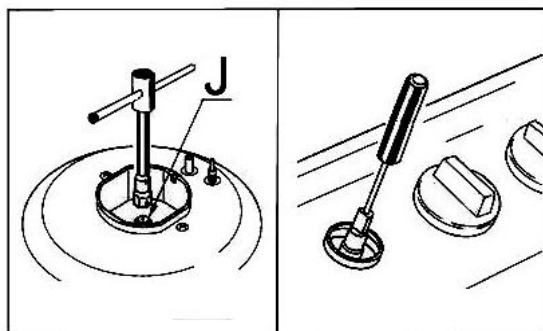

Рис.10
- Выверните жиклеры «J» (см. рис. 10) торцевым ключом на 7 мм и замените их подходящими
- Вставьте маленькую отвертку с плоским жалом в стержень вентиля. (См. рис.10). В вентилях, оборудованных предохранительным клапаном системы «газ-контроль», регулировочный винт может находиться снаружи стержня вентиля.